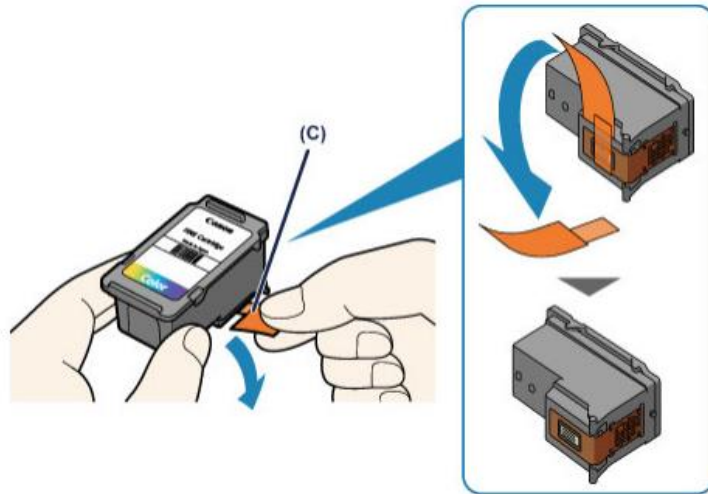

Рисунок 2.15 – Четвертий етап заміни картриджа
- дістати новий картридж з упаковки та обережно зняти захисну стрічку (С) (див. рис. 2.15);